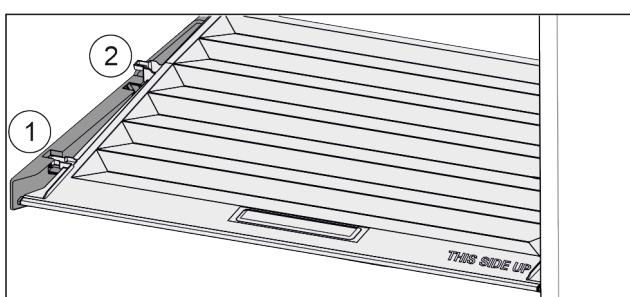

Fig. 39
- Издърпайте напред Fig. 39 (1) капака до отвора в задържащите части.
- Повдигнете го отзад отдолу и отстранете Fig. 39 (2) нагоре.